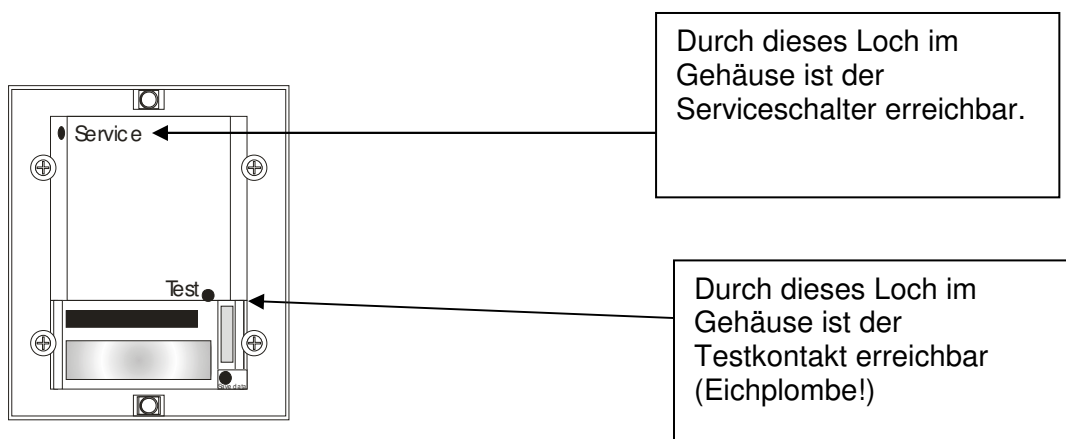

Abb. 5, Zugang Serviceschalter und Testkontakt
1. Verwenden Sie einen schmalen Schraubendreher und drücken Sie die Servicetaste auf der Deckelinnenseite des Rechenwerkes, s. Bild 5. Beachten Sie bitte, dass die Taste durch eine Plombenetikette geschützt wird.
1. Brechen Sie die Plombe bei Testpunkt S3 (Bild 5).